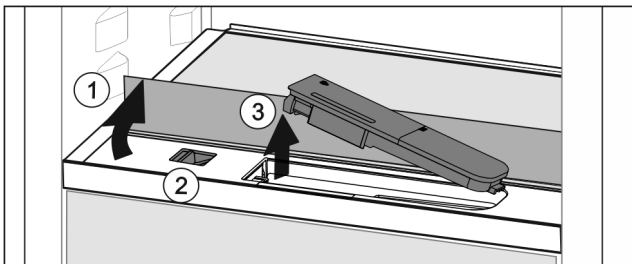

Fig. 119
- ▶ Поднять стеклянную панель и откинуть до упора назад (Fig. 119 (1)).
- ▶ Сдвиньте ползунок (Fig. 119 (2)) влево.
- ▶ Вынуть бак для воды (Fig. 119 (3)).